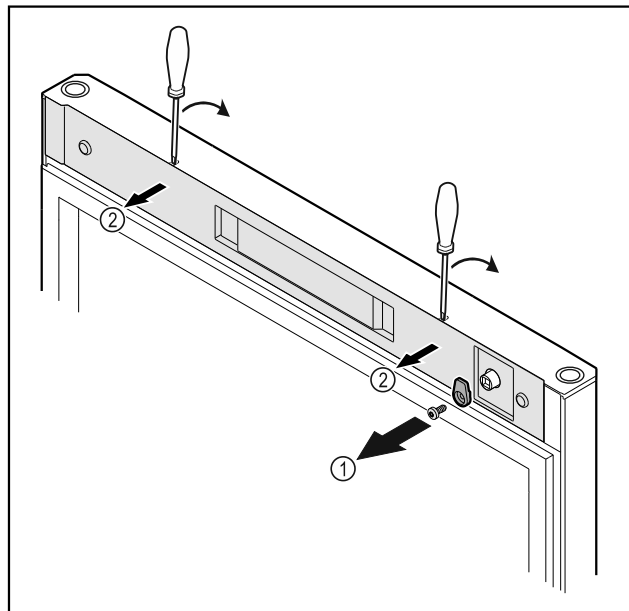

Fig. 22
- ▶ Odvrtite kuke za zatvaranje Fig. 22 (1).
- ▶ Odvojite poklopac Fig. 22 (2) malim odvijačem i skinite ga.